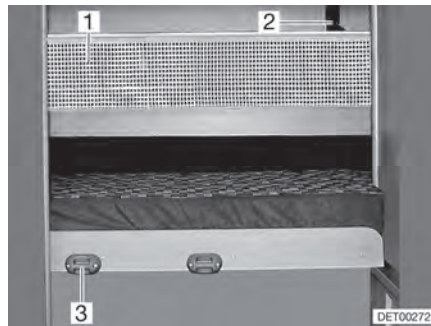

Bild 79 Sicherungsnetz
- Die Aufstiegsleiter mit den Holmen in die Halterung (Bild 79,3) an der Blende einhängen.
Das Sicherungsnetz (Bild 79,1) ist serienmäßig zwischen Matratze und Lattenrost verstaut. Das Sicherungsnetz erst aufspannen, wenn sich die Person bereits im Bett befindet.
- Die Haltebänder (Bild 79,2) in die Halterungen an der Decke einrasten.